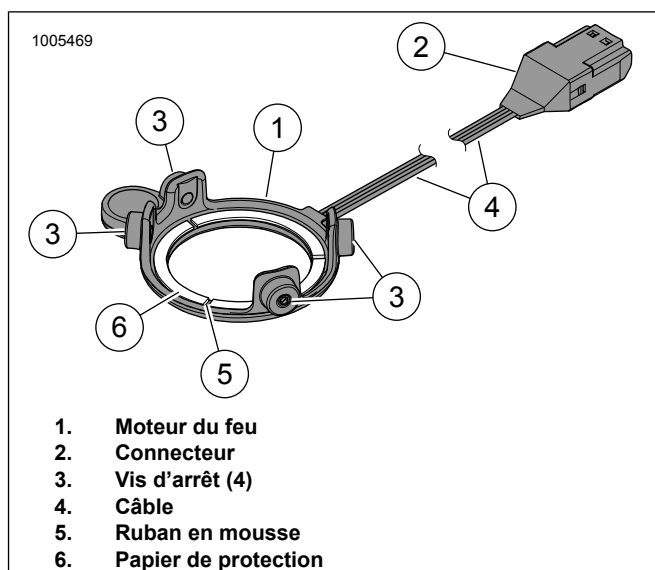

Figure 5. Feu DÉL, haut-parleur Stage I rond
3. Voir la figure 5. Retirer le papier de protection (6) du ruban de mousse (5) à l'arrière du moteur du feu (1).